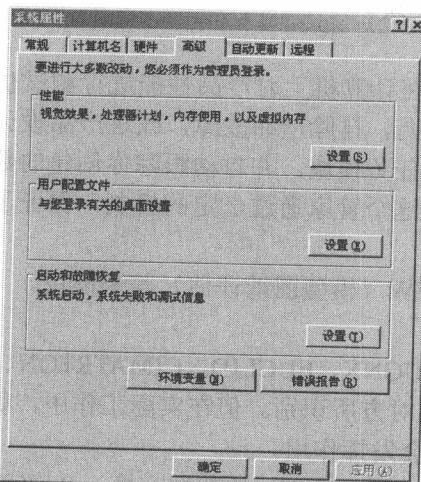

图 1-2 【系统属性】对话框
① 设置系统环境变量
(1) 在桌面上用鼠标右键单击【我的电脑】，在出现的快捷菜单中选择【属性】命令，弹出【系统属性】对话框，选择【高级】选项卡，如图 1-2 所示。